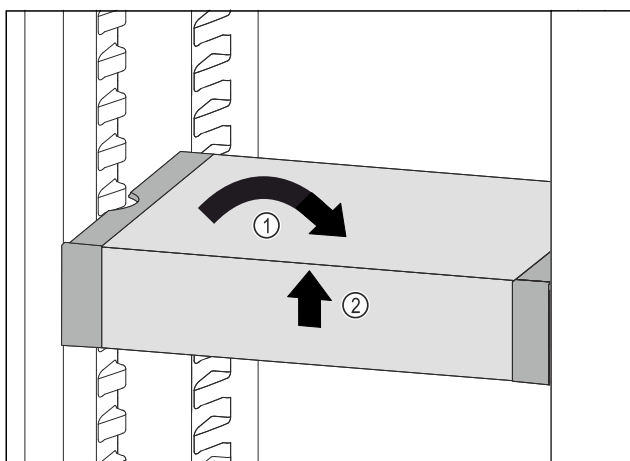

Fig. 113
- Plasser VarioSafe rett. Fig. 113 (1)
- Løft VarioSafe opp i forkant. Fig. 113 (2)